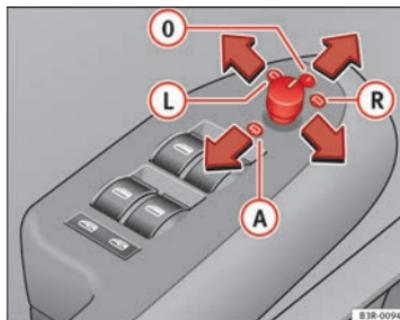

Fig. 104 Pormenor do apoio de braços: Comando giratório
- Rode o comando para a posição ⇒ Fig. 104 **L** (retrovisor exterior do condutor) ou para a posição **R** (retrovisor exterior do passageiro).
Ao engrenar a marcha-atrás, inclina-se ligeiramente para baixo a superfície do espelho, sempre que se tenha trocado para esse retrovisor (comando giratório na posição  ⇒ Fig. 104). Isto permite ver o passeio ao estacionar o veículo.